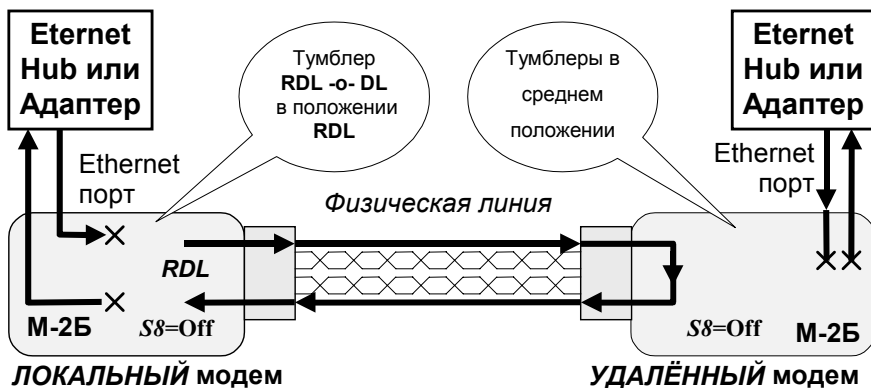

Рис. 9 Проверка Удаленный шлейф (RDL)
Проверка *Удаленный шлейф (RDL)* устанавливает заворот данных (шлейф) на УДАЛЕННОМ модеме в сторону ЛОКАЛЬНОГО модема. Проверка *Удаленный шлейф (Remote Digital Loopback)* обеспечивает возможность проверки канала передачи данных, образованного с помощью двух однотипных модемов. Рис. 9 иллюстрирует принцип проверки *Удаленный шлейф (RDL)* для одного направления. Режим проверки *Удаленный шлейф (RDL)* предназначен для организации автономной проверки канала передачи данных с помощью встроенного анализатора – *BER*-тестера.
Для нормальной установки режима *Удаленный шлейф (RDL)* необходимо подключить модемы и установить микропереключатели в требуемое положение, а микропереключатель S8 = **Off**. Затем на одном модеме, назовем этот модем ЛОКАЛЬНЫМ, необходимо установить тумблер **RDL-o-DL** в положение **RDL**. На другом модеме, см.Рис. 9, назовём его УДАЛЕННЫМ, тумблеры должны находиться в среднем положении (рабочий режим).
1. ЛОКАЛЬНЫЙ модем, отключает Ethernet порт, затем переводит УДАЛЕННЫЙ модем в режим заворота данных в физическую линию, см.Рис. 9.